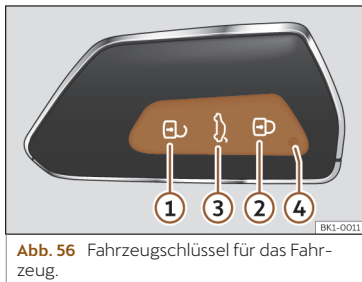

Abb. 56 Fahrzeugschlüssel für das Fahrzeug.
Legende zu » Abb. 56
Durch kurzes Drücken der Taste auf dem Fahrzeugschlüssel blinkt die Kontrollleuchte ④ » Abb. 56 einmal kurz, durch Drücken eines längeren Zeitraums blinkt diese mehrere Male, z. B. beim Komfortöffnen.